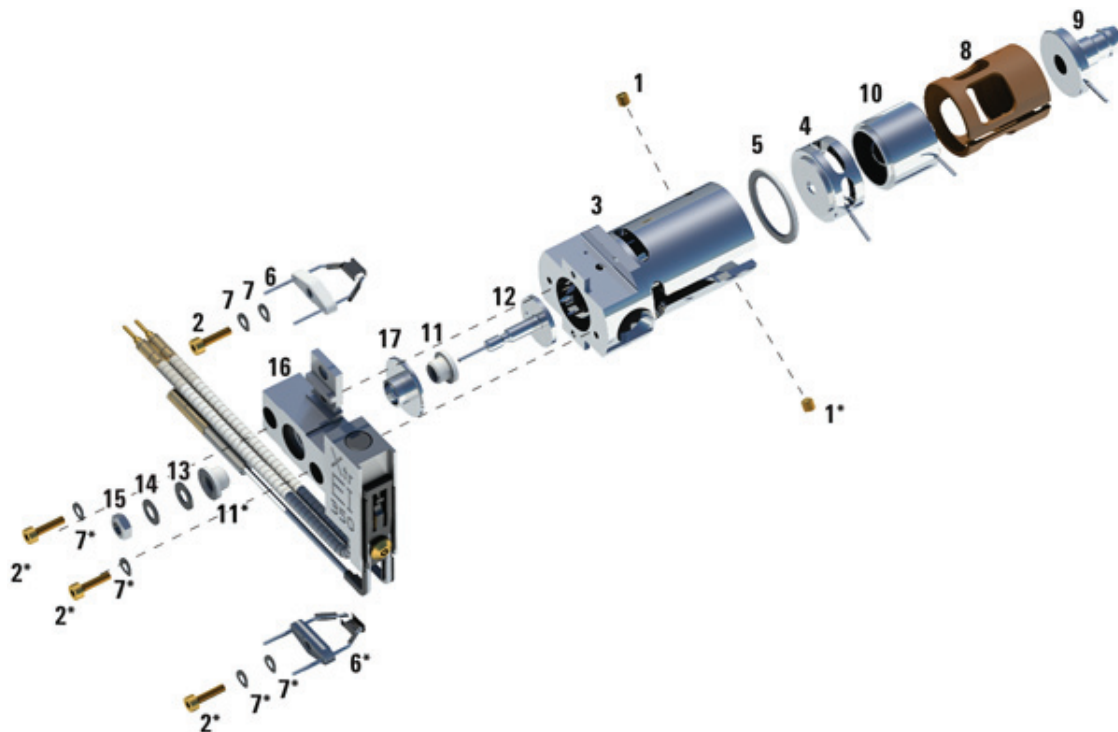

Рис. 66. Сборка источника ЭУ Hydrolnert
При выполнении этой процедуры см. источник в разобранном виде (**Рис. 66**) и список деталей источника ЭУ Hydrolnert (**Таблица 27** на стр. 214).
- 3 Вставьте входную линзу и линзу фокусировки ионов в изолятор в показанном порядке (**Рис. 66** на стр. 214).
Таблица 27 Список компонентов источника ЭУ Hydrolnert (Рис. 66)